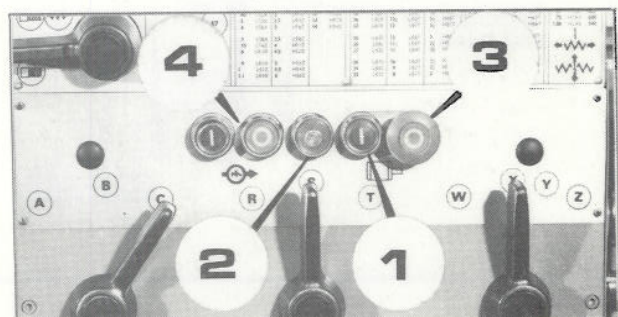

Fig. 7
**ELECTRICAL CONTROLS (See Fig. 7)**
### COMMANDES ELECTRIQUES (voir figure 7)
### ELEKTRISCHE STEUERELEMENTE (siehe Abb. 7)